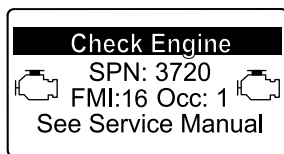

図 35
- エンジン警告 SPN 3720, FMI 16 図 35